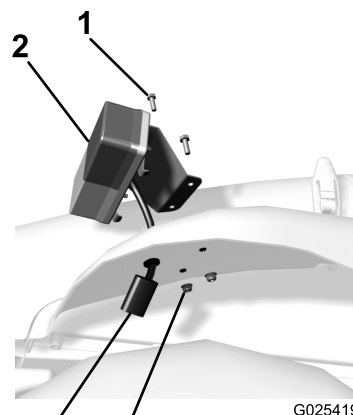

Рисунок 6
1. Установите левый световой сигнал в сборе на левое переднее крыло в отверстия, просверленные ранее (Рисунок 6).